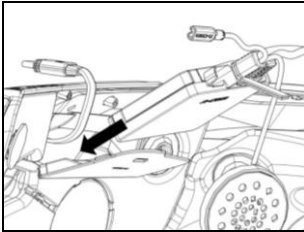

Fig. 6
- Positionner l'e-box dans son logement (Fig. 6).